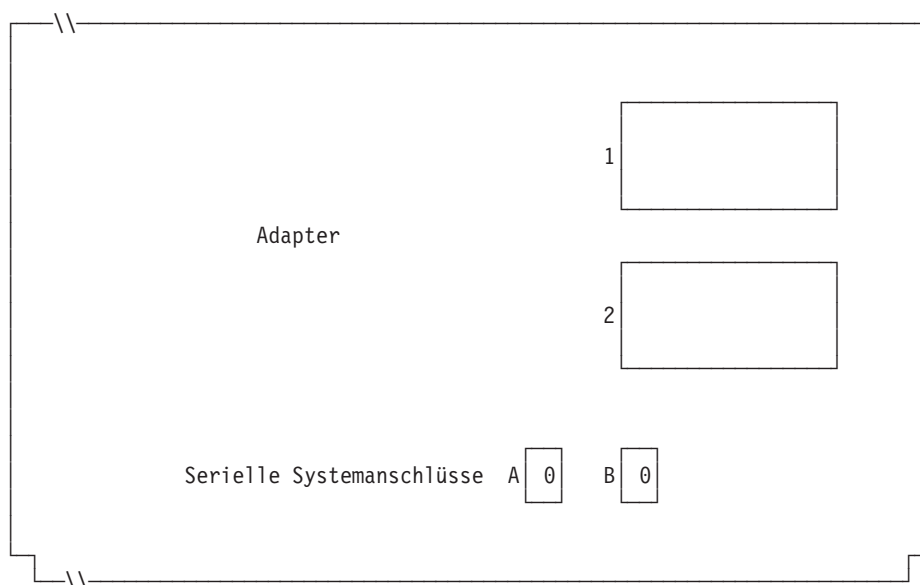

Abbildung 117. Rechte Seite der Rückseite einer Datenkassette IBM 4694-205
6. Wird ein asynchroner Anschluss durch die Kassenanwendungen benutzt, in Abb. 117 auf Seite 345 die Anschlussnummer eintragen. Eine Null (0) eintragen, wenn die Datenkasse einen Anschluss nicht benutzt. Gültige Anschlussnummern sind 1, 2, 3 und 4.